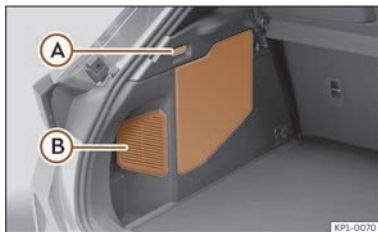

Fig. 231 Autovehicule hibride (PHEV): amplasarea bateriei în portbagaj
- Trageți maneta **(A)** >>> **fig. 231** pentru a deschide capacul de protecție al bateriei de 12 V.
Nu acoperiți capacul sau grila de aerisire a bateriei de 12 V **(B) >>> **fig. 231.****